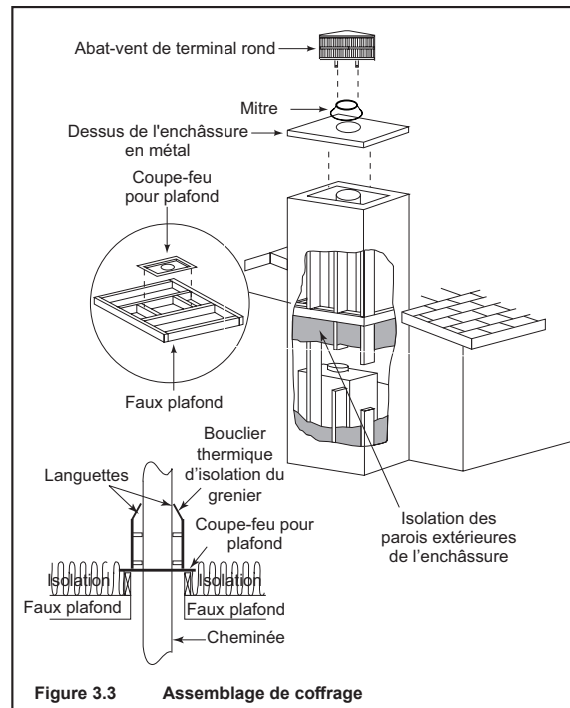

Figure 3.3 Assemblage de coffrage
- Dans les climats froids, les parois du coffrage doivent être isolées jusqu'au niveau du faux plafond, comme indiqué sur la figure 3.3. Cela aidera à diminuer les pertes de chaleur de la maison autour du foyer.